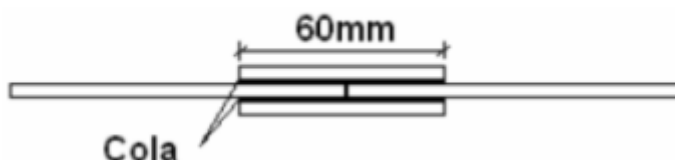

Figura 1 – Esquema de emenda das barras
5.4. As juntas para as barras deverão ser feitas com emenda por superposição de palitos. Recomenda-se o esquema da Figura 1 que segue, principalmente nas barras tracionadas: